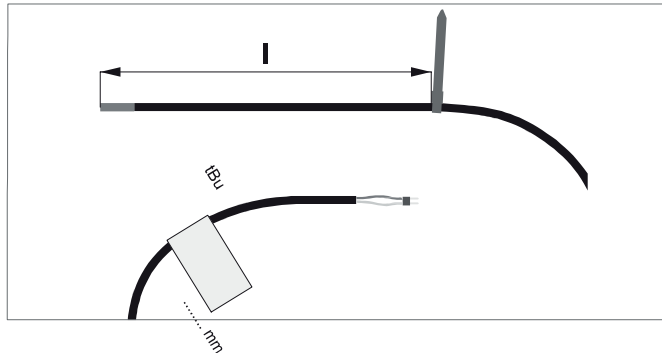

Abb. 3-1 Festlegen der Einschublänge des Fühlers und Fühlerbeschriftung
- Markieren und notieren Sie die Einschublänge bzw. Position der Temperaturfühler in den Fühlerkanal bzw. der Fühlerklemmleiste. Bezeichnen Sie die Fühler gemäß ihrer Verwendung (Abb. 3-1).
- Sichern Sie die Lage des Fühlers im Fühlerkanal, z.B. mittels Kunststoff- oder Kabelbinder (Abb. 3-1).